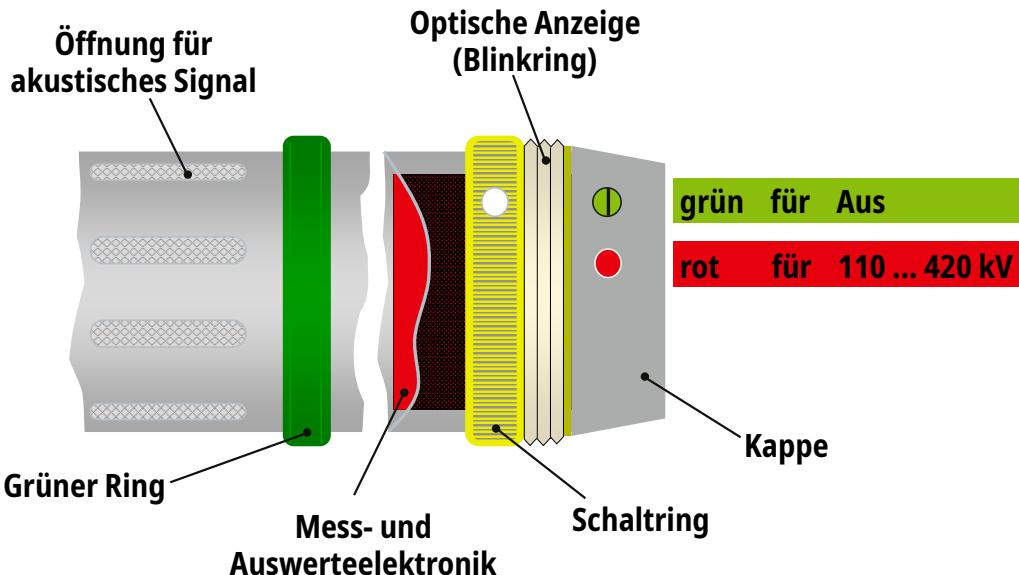

Bild 5 Arbeitskopf mit Anzeigeteil
- ⇒ Der Hochspannungsanzeiger hat am Arbeitskopf einen gelben gerändelten **Schaltring (9)**, an dem durch Drehung das Gerät angeschaltet und gleichzeitig der entsprechende Nennspannungsbereich eingeschaltet wird (siehe Bild 5).